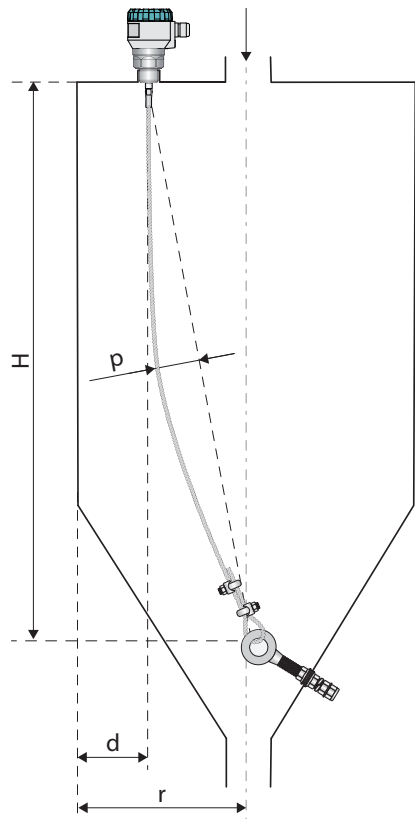

Abb. 20: Empfohlene Installation des Produkts mit Verankerung auf der gegenüberliegenden Siloseite
- Bei Schüttgut werden die Seilelektroden auf der gegenüberliegenden Seite des Behälters (Silos) verankert, um das Seil mit Durchbiegung anzubringen, siehe Abb. 20. Empfohlene Minstdurchbiegung $p = H/100$ [mm]. Diese Installation erhöht die Zugbelastbarkeit des Seils.
auf der gegenüberliegenden Siloseite (Abb. 20)	beliebig
Bei einer starken umgebenden elektromagnetischen Störung, Parallelverlegung des Starkstromkabels oder seiner Länge über 30 m muss das Produkt geerdet und ein geschirmtes Kabel eingesetzt werden. Die Kabelabschirmung ist an der Seite der Stromversorgungsquelle zu erden oder an die innere Anschlussklemme mit Bezeichnung \perp anzuschließen, siehe Abb. 20 und 22 (die Kabelschirmung stets an einer Stelle anschließen).